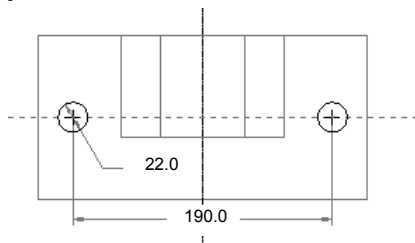

图 3.1.46 截面图形
① 设置草绘视图方向:采用模型中默认黄色箭头方向为草绘视图方向。
② 对草绘平面进行定向。
③ 单击“草绘”对话框中的 **草绘** 按钮。
(3) 创建图 3.1.46 所示的特征截面。
① 进入截面草绘环境后,接受系统的默认参考。
② 绘制、标注截面(图 3.1.46);完成绘制后,单击“草绘”工具栏中的“完成”按钮
(1) 选取深度类型并输入深度值。在操控板中, 选取深度类型  (即“穿透”)。
(2) 选取深度方向。本例不进行操作, 采用模型中默认的深度方向。